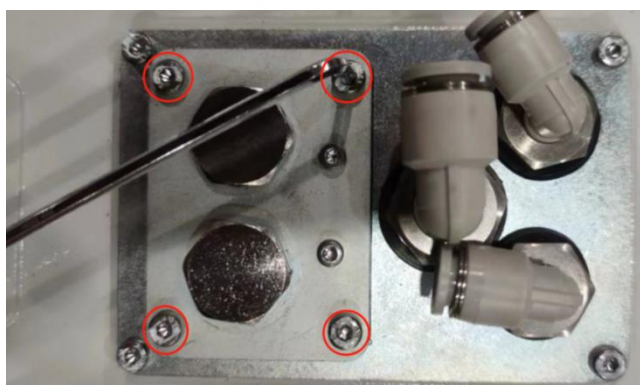

图 3-15 IO 顶盖螺钉拆卸示意图
- 1) 拆除图 3-15 所示螺钉（4-M4x8），使用工具：内六角扳手。